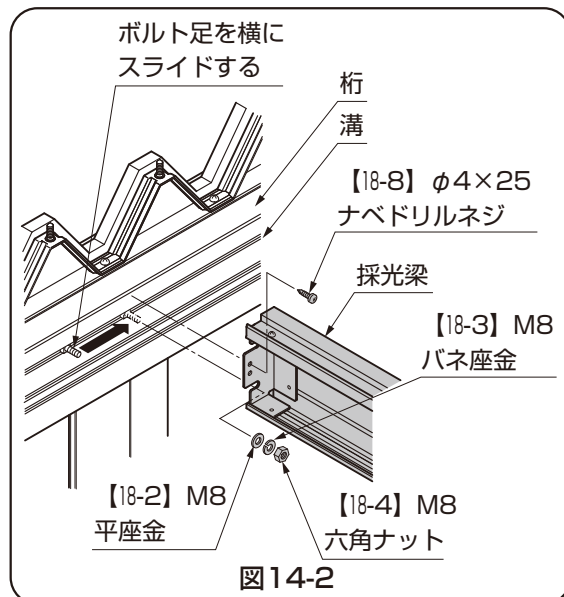

図14-2
- ③採光梁を桁に【18-2】、【18-3】、【18-4】、【18-8】で組付けてください。(図14-2参照)